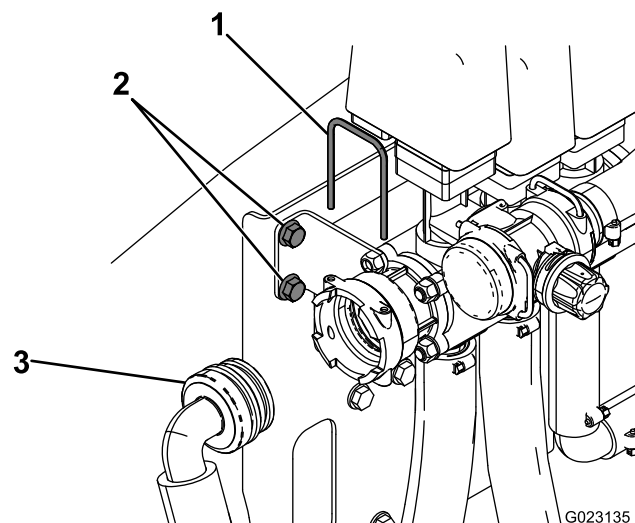

図 20
1. 高圧ホースを攪拌バルブの側面に固定しているリテーナフォークを外し（図 20）、このホースとフォークを脇においておく。
2. 小さいブラケットをフレームに固定している2本のボルトを外す（図 20）。